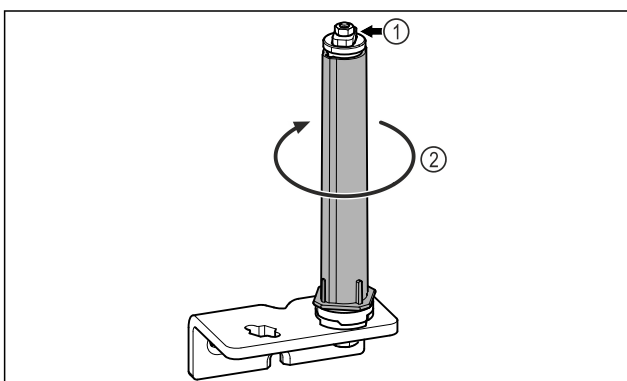

Fig. 28
- ▶ Türschließsystem Fig. 28 (1) nicht zerlegen.
- ▶ Schließsystem Fig. 28 (2) drehen, bis es klickt.